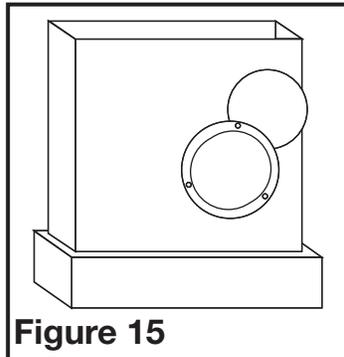

Figure 15
5. Montez le collier de dérivation et le registre (Figure 15) en utilisant les trois vis restantes de l'ensemble de l'installation. Le registre d'air devrait être monté dans la position ouverte. La vis supérieure fixe le registre.